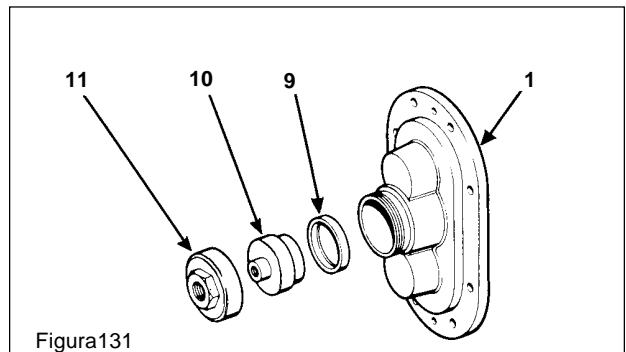

Figura 131
2. Neumático (Vea la figura 131)